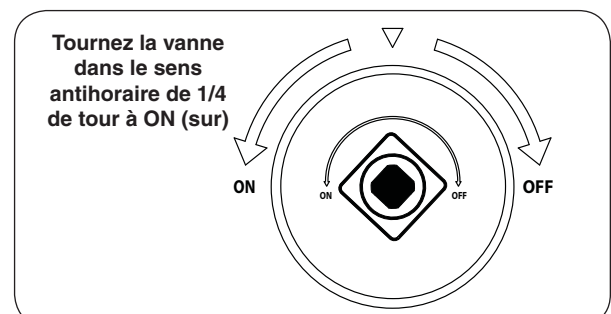

Fig. 40-2 SUR/ÉTEINDRE vanne clé détail
3. Tournez la SUR/ÉTEINDRE vanne clé de la hauteur dans le sens antihoraire de 1/4 de tour à la position **ON** (sur) (Fig. 40-2).
4. Localisez la télécommande et appuyez sur la touche **ON** (sur) (voir Fig. 40-2). La séquence d'allumage commence.